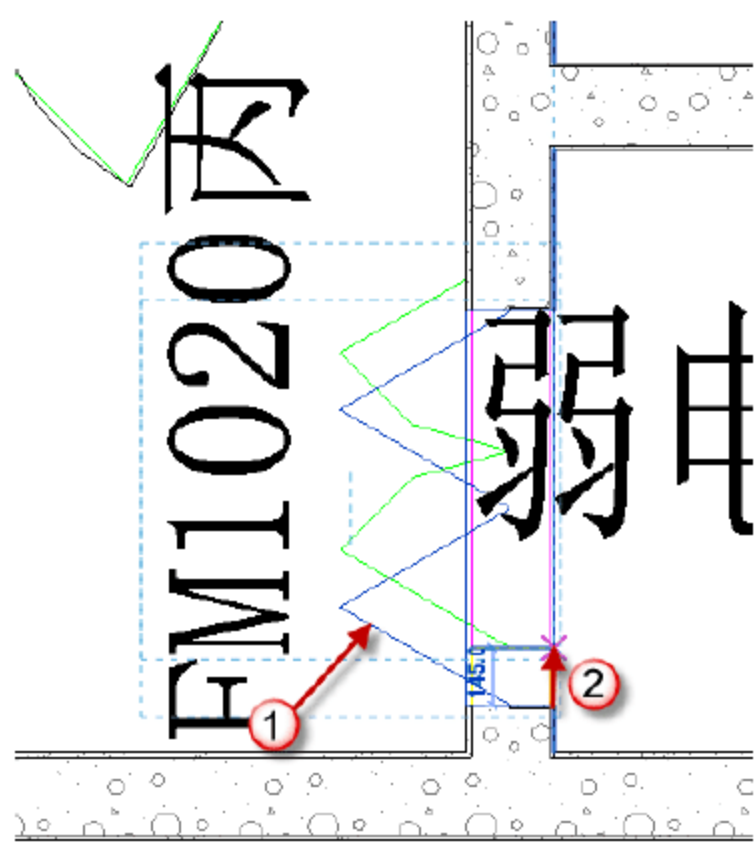

图 9.3.27 移动“FM1020 丙”
(21) 移动“FM1020 丙”族。先选择已经插入的门族，按快捷键 M+V，移动“FM1020 丙”，如图 9.3.27 所示。